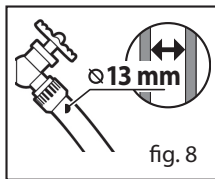

fig. 8
4. Podłącz wąż ogrodowy do źródła wody i odkręć wodę (rys. 8).